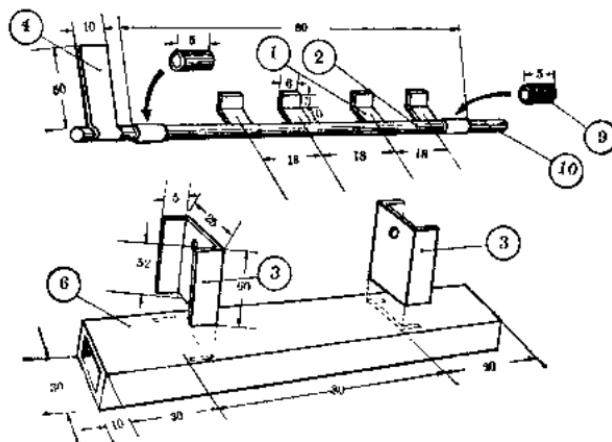

图 7-10
发射机构的结构和尺寸见图 7-10。发射钩①用 0.5 毫米厚的铁皮或铜皮弯成直角后焊在轴②上。轴②用直径 3 毫米的自行车钢丝做成，在它的两端各焊上一个环⑨，使轴在支架③上不会左右窜动。轴上还焊有 1 毫米厚的铁板制成的衔铁④。由于衔铁要受到电磁铁较大的吸力，因此一定要把它们焊牢在轴上。框架⑥可用薄铁皮弯好后焊成方盒形的大梁样子，再把发射机构支架⑧焊在它上面。四个发射钩之间的距离都是 18 毫米（因为四个火箭炮筒中心间的距离是 18 毫米）。四个发射钩的端面要焊得一样平，不能有高低，不然会形成有的发射钩能钩住火箭，而有的发射钩却钩不住火箭。待四个发射钩都能钩住火箭后，要调整衔铁离开电磁铁的距离大约 4 毫米左右，使电磁铁通电后能吸动衔铁，从而，使发